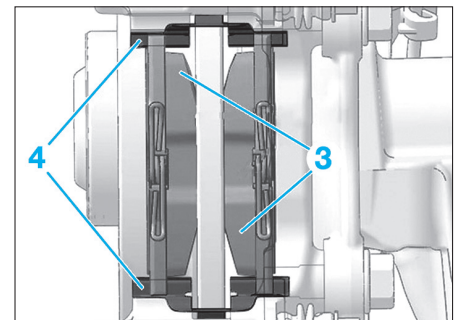

Fig. 8
- Ecarter l'étrier de frein, puis déposer les plaquettes (3) ainsi que les cales (4) (Fig.8).